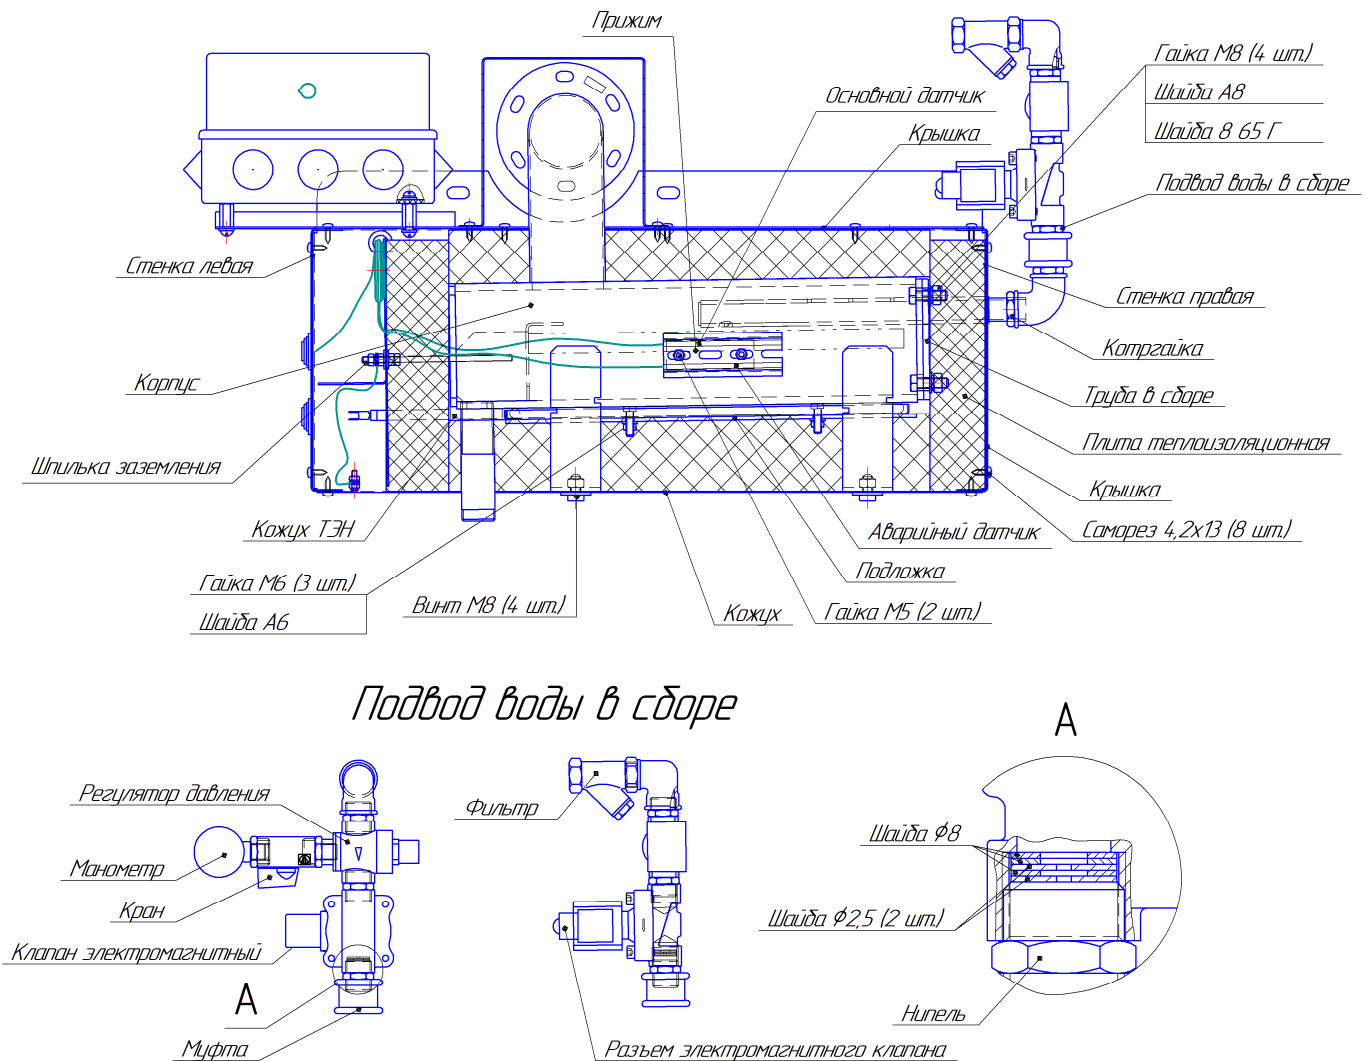

Рисунок 14- Элементы пароувлажнения
Очистку элементов системы пароувлажнения (рис.14) проводить в следующем порядке:
12.4.1 Для проверки состояния креплений подводящих проводов на контактных стержнях ТЭН (см. рис. 14), необходимо: